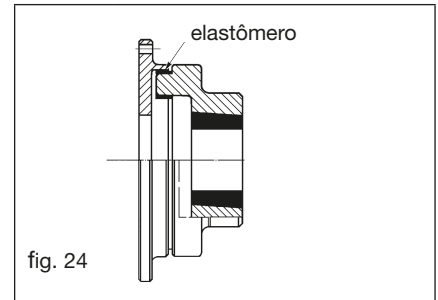

fig. 24
13.12 Substituição dos elastômeros da junta GBF (fig. 24)